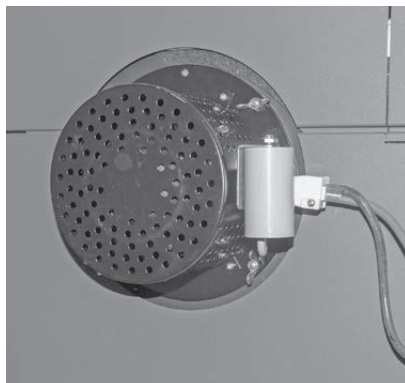

Fig. 71 Staccare e smontare il ventilatore (illustrazione PuroWIN PW 24-60)
- ▶ Staccare il cavo del ventilatore, svitare i dadi ad alette del ventilatore e rimuoverlo – Fig. 71, Fig. 72.